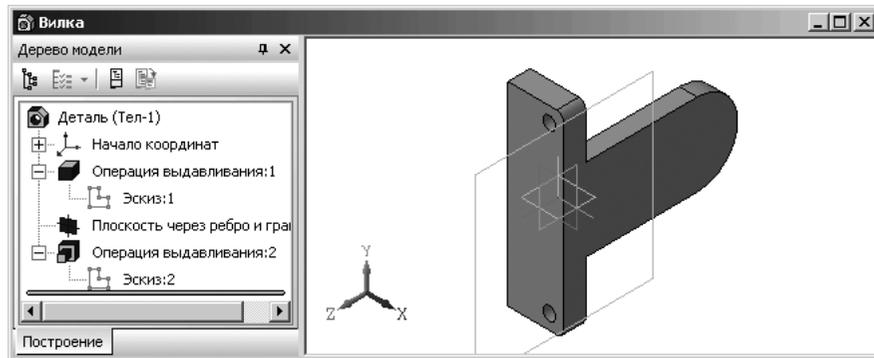

Рис. 3.63. Полутоновое отображение модели проушины
- щелкните на панели инструментов **Вид** по кнопке  – **Полутоновое**. Появится отображение проушины как полутоновое (рис. 3.63).